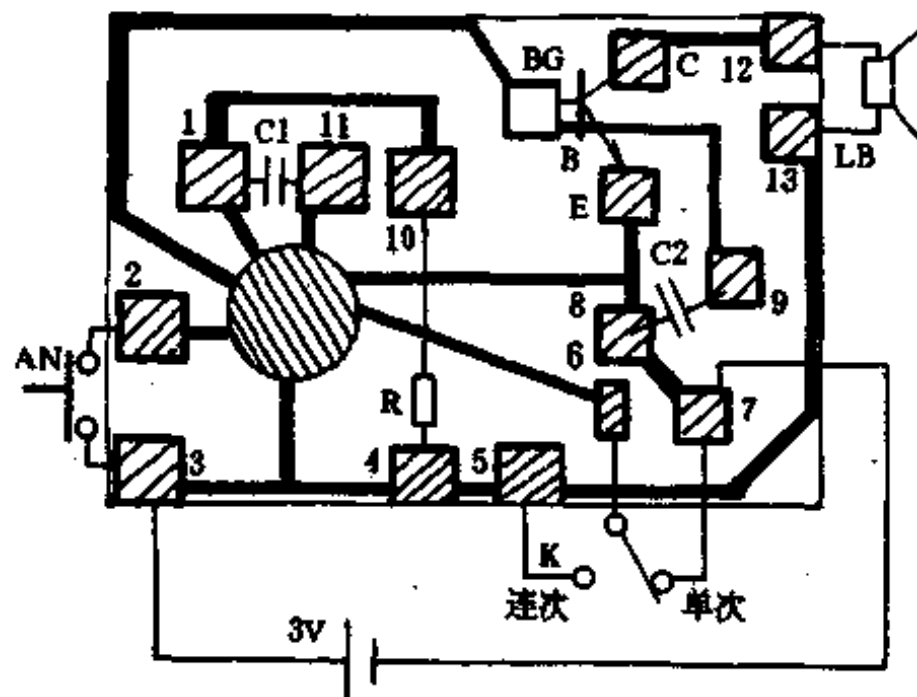

图 1-113
CIC5600 系列音乐集成电路与 KD5600 系列音乐集成电路属同一种产品(如图 1-113 所示)。因为该电路能模拟人和动物的发音,所以也被称为模拟声集成电路。它内储一句汉语或一句英语或一种动物的叫声,声音逼真。具体说来,各种规格的电路所模拟的声音是:
尽管产品型号各异,放音不同,但接线是相同的。接线端子①、④端焊接一只 240kΩ 左右的碳膜电阻器,②为触发端,采用正触发,如图 1-113 接一只按钮 AN,按一下即触发一次,喇叭则放一次音。③端接电源正极,⑤、⑥、⑦端接一只转换开关 K。当开关拨在“连次”位置时,按一下 AN,喇叭播放语音两句;若开关拨在“单次”时,触发一次则播放一句语音。⑦端为电源负极,⑧、⑨端焊上一只 1μF 电容器,⑩、⑪端焊接一只 470pF 电容器,⑫、⑬端接一只 8Ω 扬声器。E、B、C 端分别为 NPN 型三极管的发射极、基极、集电极的焊点。BG 常用 3DG6 或 3DG12。该电路工作电压为 2.4~5V。